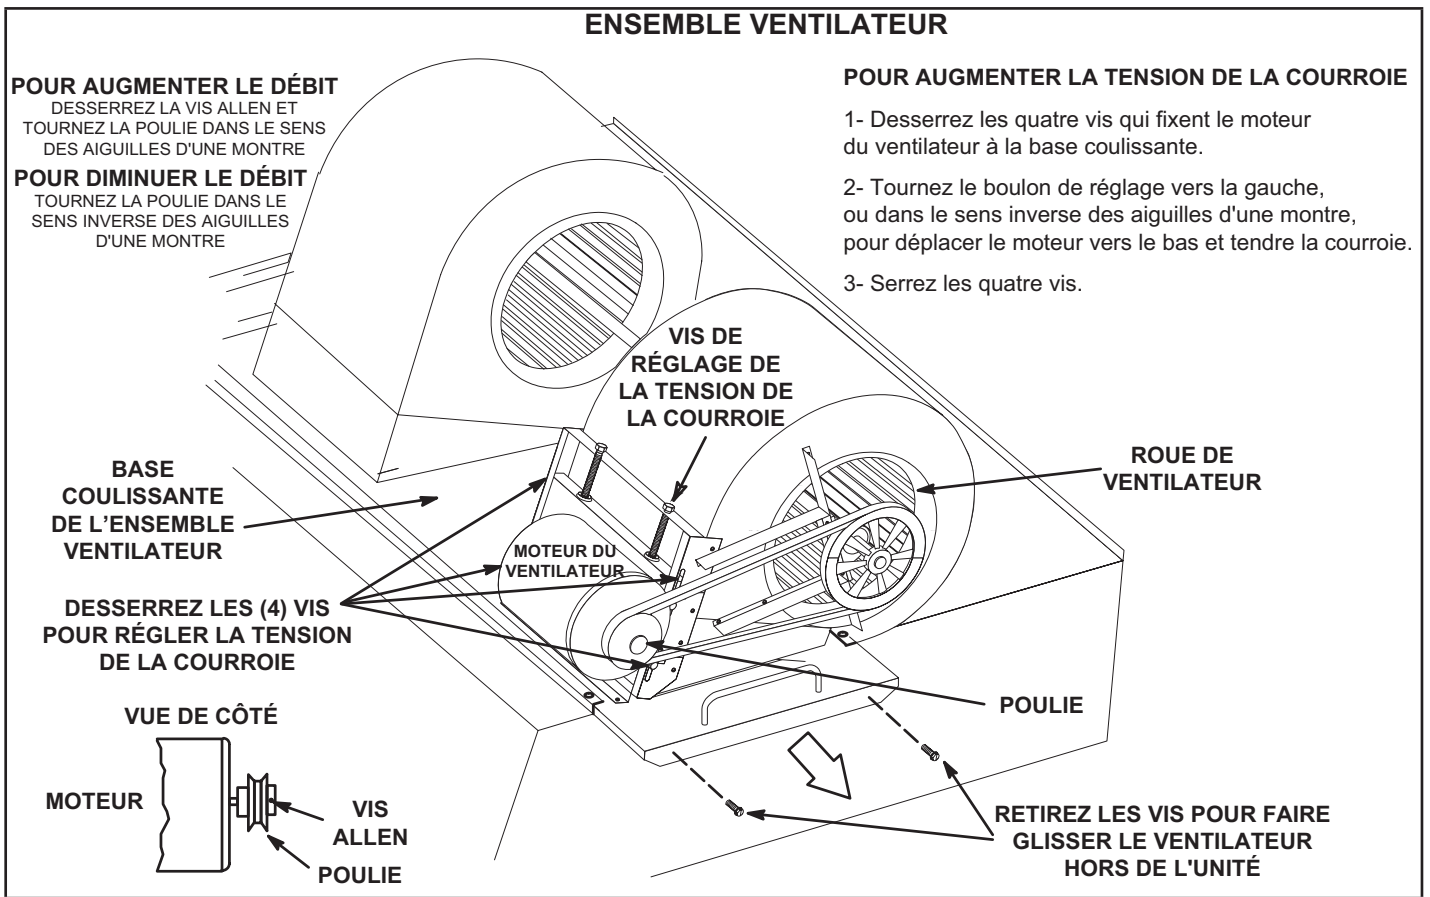

FIGURE 21
- 2 - Retirez les vis situées de chaque côté de la base coulissante de l'ensemble ventilateur. Reportez-vous à la FIGURE 21.
- 4 - La vitesse du ventilateur peut être réglée au niveau de la poulie du moteur. Desserrez la vis Allen et tournez la poulie réglable dans le sens des aiguilles d'une montre pour augmenter le débit. Tournez dans le sens inverse des aiguilles d'une montre pour diminuer le débit. Reportez-vous à la FIGURE 21. Ne dépassez pas les nombres minimum et maximum de tours de poulie indiqués au TABLEAU 4.
1 - Desserrez les quatre vis qui fixent le moteur du ventilateur à la base coulissante. Reportez-vous à la FIGURE 21.